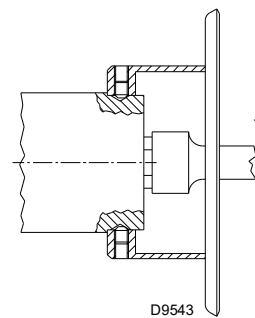

Рис. 20
- Выньте форсунку 1) (Рис. 20) с помощью торцевого ключа.
- Установите форсунку 1) (Рис. 20).